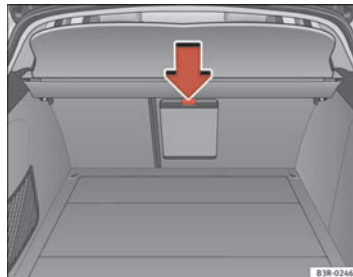

Fig. 128 Detalle del asiento trasero desde atrás: Tapa del saco para objetos alargados
- Oprima la tecla de desbloqueo de la tapa del saco para objetos alargados ⇒ **página 158, fig. 128 -flecha-** y gírela hacia abajo.